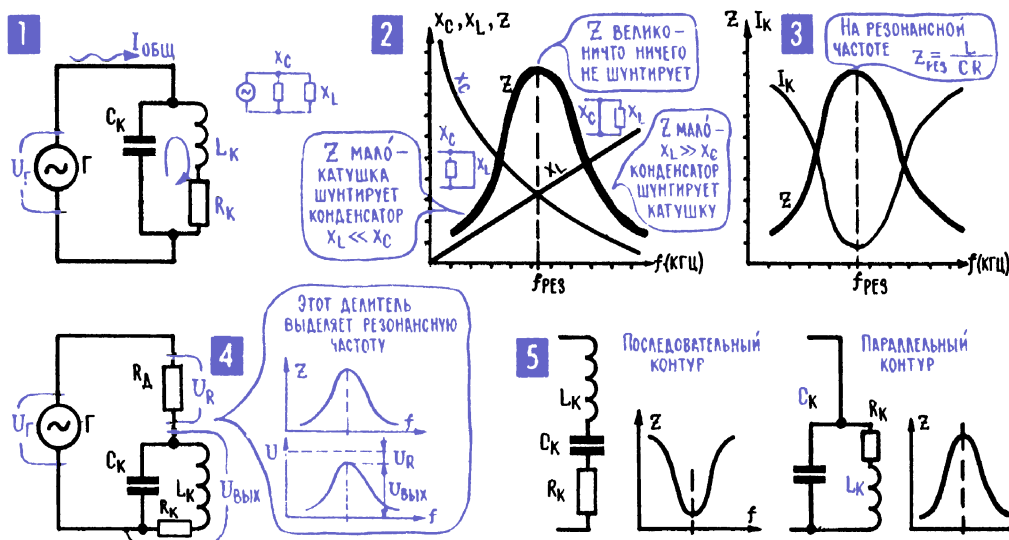

Рис. 6.17. Параллельный LC-контур
23. На резонансной частоте сопротивление параллельного контура резко возрастает. В самом упрощенном виде параллельный LC-контур можно рассматривать как цепь, состоящую из двух параллельно соединенных сопротивлений x_L и x_C (рис. 6.17). На низших частотах сопротивление x_L мало и катушка шунтирует конденсатор. На высших частотах мало сопротивление x_C и конденсатор шунтирует катушку. И лишь на резонансной частоте никто никого не шунтирует и общее сопротивление параллельного контура оказывается весьма большим. При этом, естественно, уменьшается общий ток в цепи генератора (рис. 6.17; 3) – это вполне согласуется с законом Ома. И еще одна интересная деталь: если включить параллельный контур в делитель напряжения (рис. 6.17; 4), то этот контур за счет своего большого сопротивления на резонансной частоте будет выделять только напряжение этой частоты из всех напряжений, подводимых к делителю.